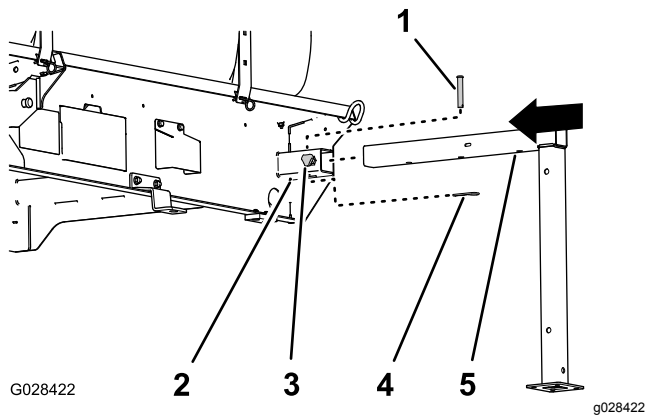

Figura 105
1. Allineate il cavalletto anteriore con la sede per il cavalletto nella parte anteriore del serbatoio (Figura 105).
2. Inserite il cavalletto nella sede apposta fino a che il foro centrale nel tubo orizzontale del cavalletto si allinea con il foro nella parte alta della sede apposta (Figura 105).
4. Avvitare una manopola di bloccaggio nella sede per il cavalletto e serratela manualmente (Figura 105).